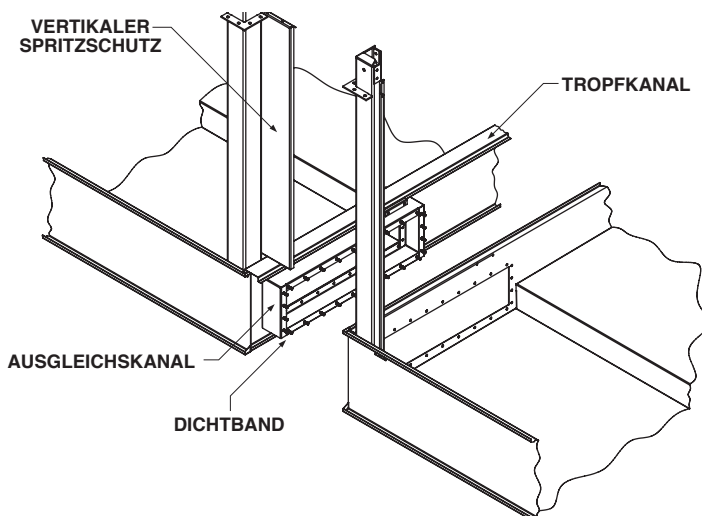

Abb. 5 – Verbindung des Ausgleichkanals 12' (3.6 m) breite Modelle
2. Reinigen Sie die Flanschanschlüsse des Ausgleichkanals an dem Ende, der vor Ort noch zu verbinden ist. Bringen eine Lage Dichtband auf dem Flansch an, und zwar mittig über den Bohrungen und der Außenkante. Die Papierschutzstreifen müssen restlos vom Dichtband entfernt werden (siehe Abb. 5).
9. Setzen Sie das Spritzschutzblech in den Winkel zwischen den senkrechten Halterungen. Befestigen Sie den Spritzschutz mithilfe von 5/16" (8 mm) Schrauben; bei Edelstahlaggregate werden 5/16" (8 mm) Edelstahlschrauben- und Muttern verwendet (siehe Abb. 5).